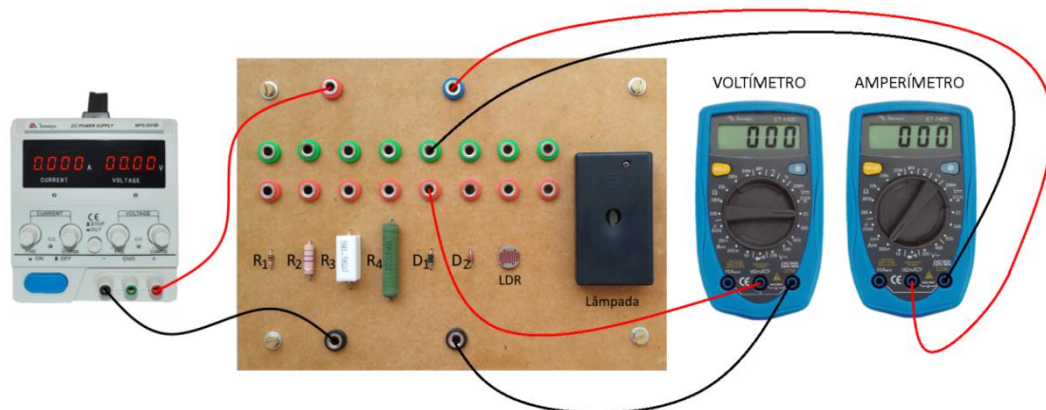
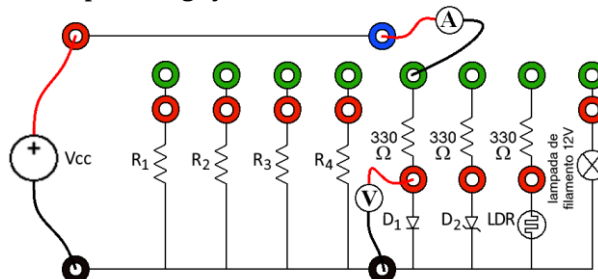

Figura 3: Exemplo de ligação da fonte, do voltímetro e do amperímetro.
Figura 4: Exemplo de esquema elétrico incluindo a fonte, o voltímetro e o amperímetro.
2. Ajuste a fonte de alimentação para corrente máxima e tensão nula, e ligue a sua saída tal como indicado na Figura 3. Para medir a tensão aplicada sobre um dispositivo use um multímetro na escala de 20 V corrente contínua. Para medir a corrente que flui através de um dispositivo use um multímetro na escala de 200 mA corrente contínua, reajustando tal escala quando for expressamente indicado. Conecte os multímetros tal como exemplificado na Figura 3, para o dispositivo D_1 , sendo o correspondente diagrama esquemático mostrado na Figura 4. Lembre que o posicionamento das entradas nos multímetros pode variar com o modelo do mesmo. Na presente atividade, nunca use escalas inferiores a 20 mA (para o amperímetro) ou 20 V (para o voltímetro).